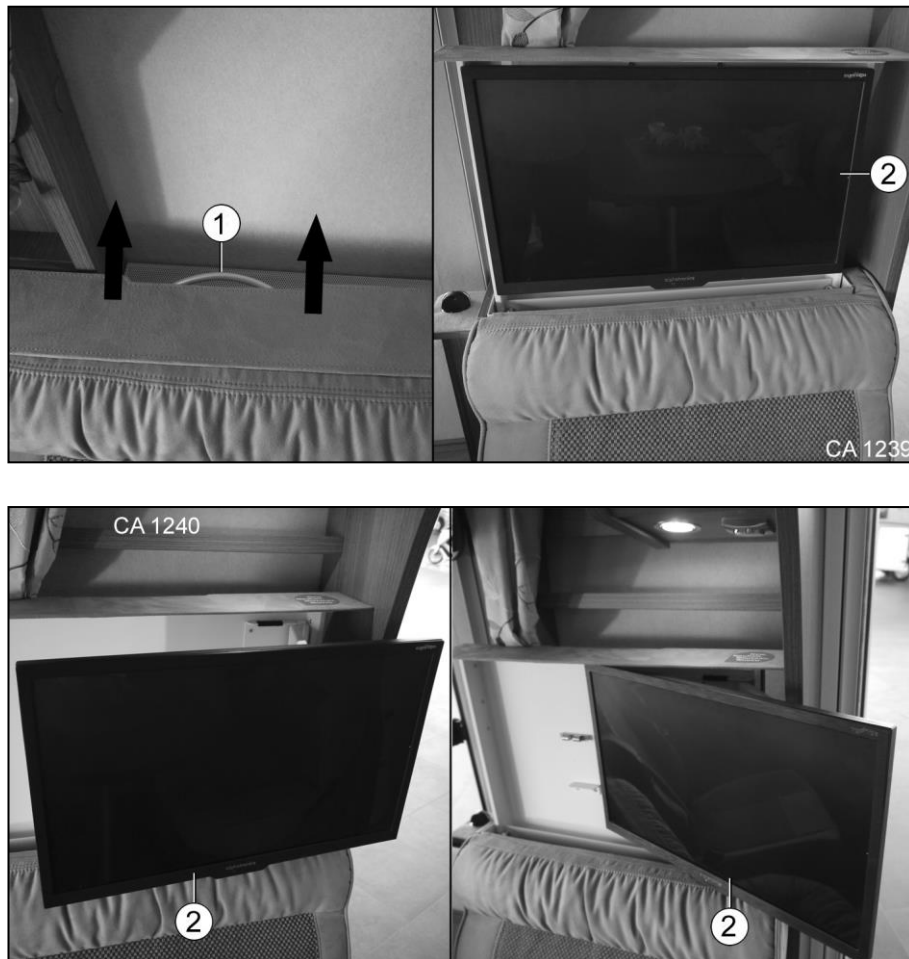

Fig. 149 Système coulissant du téléviseur au niveau de la banquette latérale
1. Tirer la poignée (Fig. 149/1) dans le sens indiqué.
2. Tirer l'écran TV (Fig. 149/2) hors du support.
3. Pivoter l'écran TV (Fig. 149/2) vers la droite ou vers la gauche.